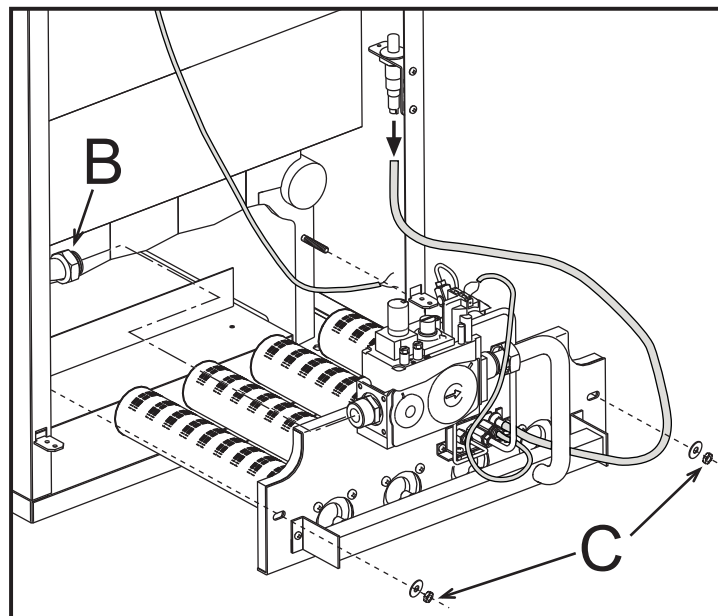

рис. 5
- Развинтите гайку "В" крепления трубы подвода газа перед газовым клапаном (рис. 5).